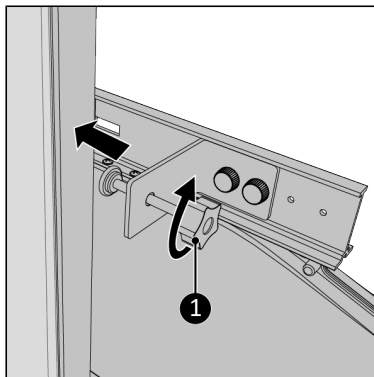

Abbildung 117.
- Schrauben Sie die Klemmschraube vorsichtig am Fensterrahmen fest (Abbildung 117, Pos. 1).